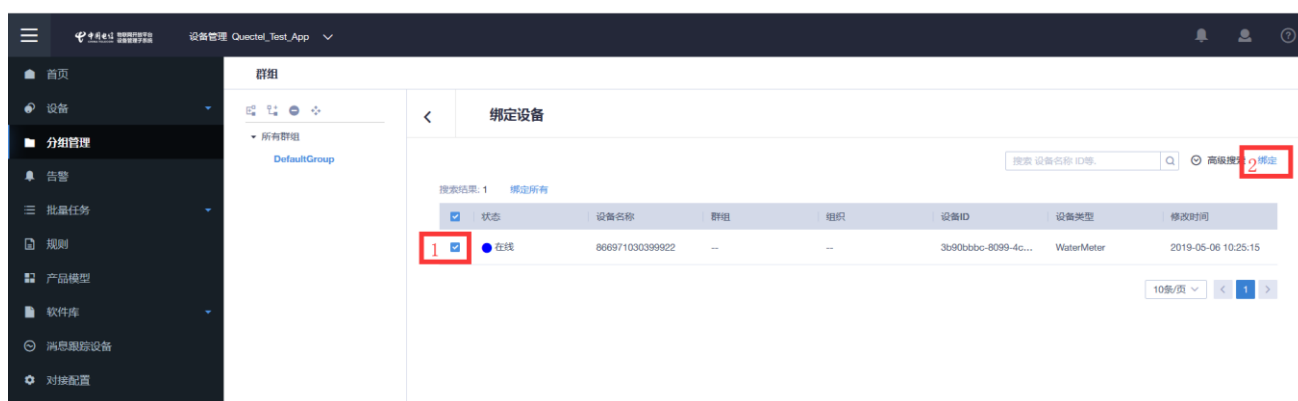
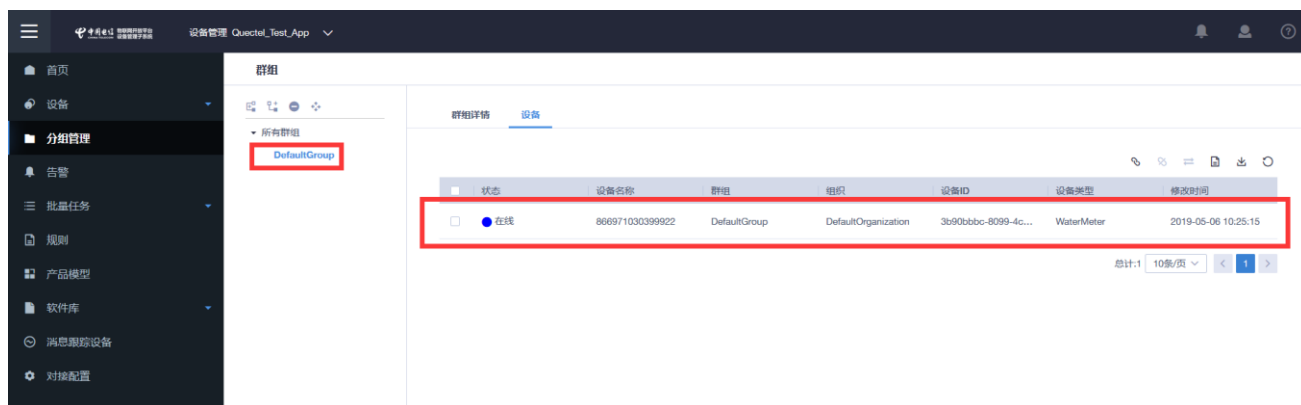

图 12：群组路径 2
图 13: 默认群组绑定完成
2. 在 设备管理→产品→批量任务→批量软固件升级→固件升级→创建 页面中创建批量任务，任务名、重试策略和重试次数可根据需求定义，这里是根据默认的参数设置。如图 12、图 13 所示。